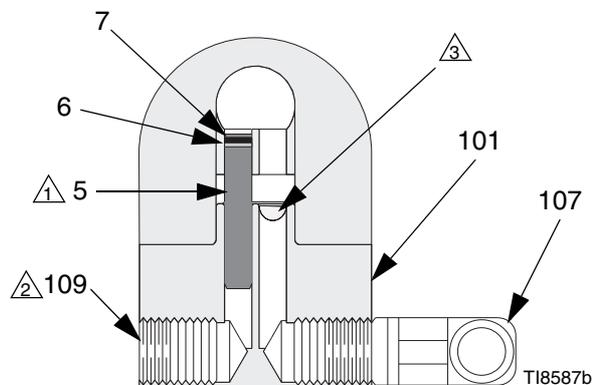

ABB. 1: Aufbau für ein Nicht-Zirkulationssystem (Schnittansicht)
1. Siehe ABB. 1. Gleitmittel 222955 auf das Gewinde und die Passflächen des Verteilers (101), einen Stopfen (109) und einen Bogen (107) auftragen, die in nicht zusammengebautem Zustand geliefert werden.
2. Einen Bogen (107) an einer Materialöffnung des Verteilers (101) anschließen, und einen Stopfen (109) in die andere Verteileröffnung stecken.
3. Den internen Stopfen (5) auf derselben Seite wie den Verteilerstopfen in die Pistolenmaterialöffnung stecken.
4. Die Materialzufuhrleitung am Verteilerbogen (107) anschließen.
5. Die Pistole mit den vier Schrauben (17) am Verteiler befestigen. Alle vier Schrauben ein Stück hineindrehen und zuerst die vorderen zwei Schrauben und dann die hinteren zwei Schrauben mit 7,3 N•m (65 in-lb) festziehen.